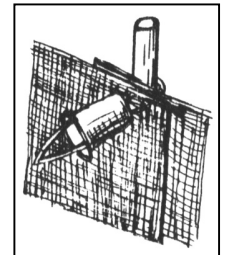

Bild 9
4. Um bei Wind ein Auseinanderschlagen der Folienbahnen beim Aneinanderreihen von mehreren Folienrollen zu vermeiden, sollten diese an den Enden immer überlappt befestigt (Bild 9) und mit den gelben Folienverbindungen (Bilder 7+8) festgezurt werden.